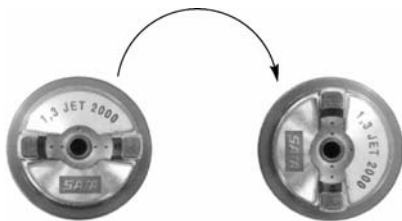

图 8-43 风帽位置与扇形
(3) 喷涂时,可以根据工作需要调节风帽的位置。需要水平方向喷涂时,将喷嘴调成水平,此时喷幅为竖线;需要上下喷涂时,将喷嘴调成竖直,此时喷幅为横线,如图 8-43 所示。